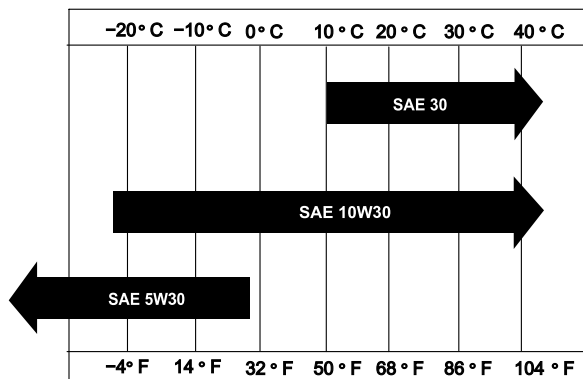

Рисунок 27
**Вязкость:** выберите вязкость масла в соответствии с температурой окружающего воздуха; см. Рисунок 27.